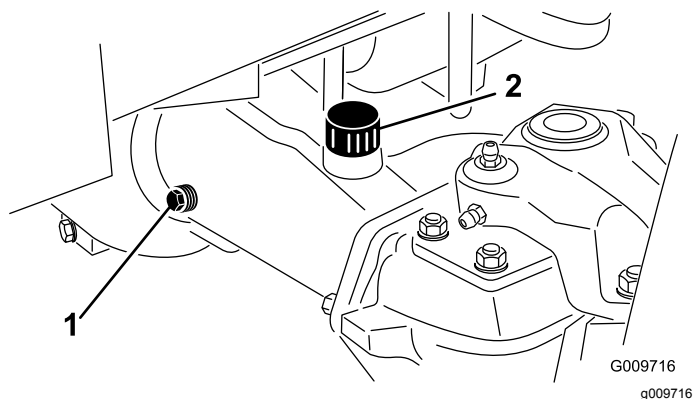

Рисунок 96
2. Снимите контрольную пробку с одного конца моста (Рисунок 96) и убедитесь, что масло доходит до низа отверстия. Если уровень низкий, снимите пробку заливного отверстия (Рисунок 96) и добавьте такое количество масла, чтобы довести его уровень до низа отверстия контрольных пробок.